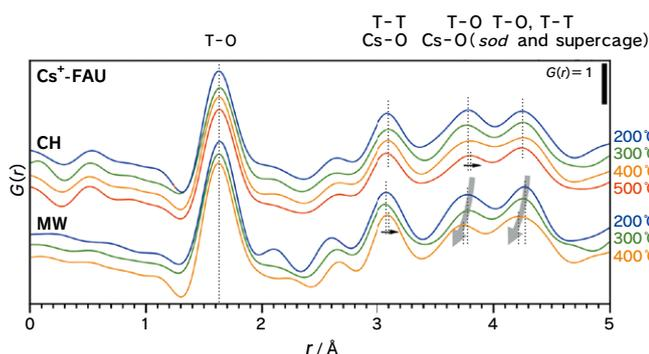

図2 放射光実験で得られた二体分布関数
測定の結果、得られたのが図2です。いったい、この図はどのように見ればよいのでしょうか。
「図2は、HEXTSで測定した、通常の伝熱加熱方法 (CH) でゼオライトを加熱したときの原子分布と、マイクロ波加熱 (MW) で触媒の活性点であるセシウムイオンのみを加熱したときの原子分布を示しています。それぞれのピークが、ゼオライト内のどの原子対に対応するかは、計算によって解析しました。右側の数値は赤外線温度計で測定した触媒の表面温度です。もし、MWでも触媒全体が同じ温度になれば、CHとMWは同じ形になるはずですが、右から2つのMWの山を見てもらうと形が変わっています。これは、セシウムイオンの温度が全体の温度と異なることを表しています」